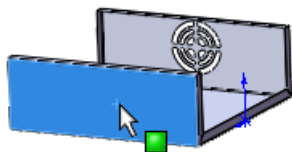
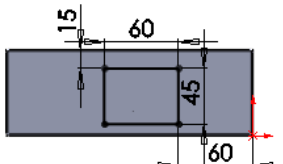

图 11-57 选择绘图基准面
图 11-58 绘图的草图
⑫ 绘制草图。单击图 11-57 所示光标所指的面，将该面作为绘制图形的基准面。执行“草图”工具栏绘图工具绘制草图并标注其智能尺寸如图 11-58 所示。